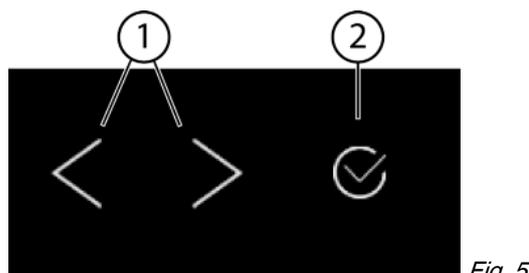
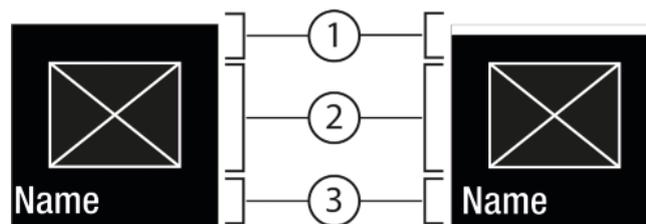
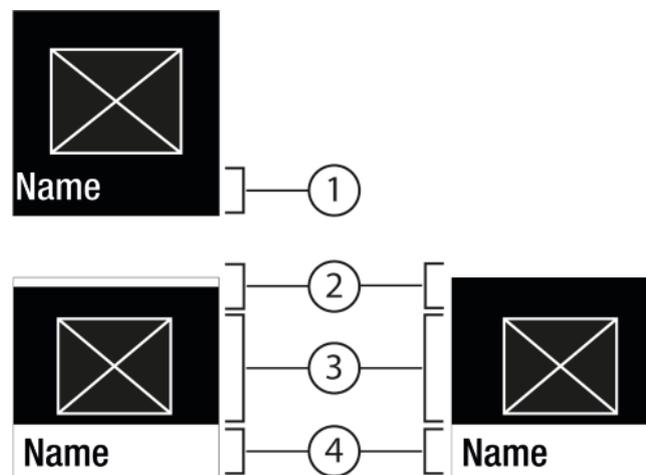

Fig. 5
Fig. 6
Fig. 7
(1) Navigationspfeil links / rechts
(2) Bestätigen
Navigationspfeil links / rechts Fig. 5 (1):
Bestätigen Fig. 5 (2):
- Mit Navigationspfeil links / rechts Fig. 5 (1) navigieren.
- Mit Bestätigen Fig. 5 (2) die Funktion / Einstellung aktivieren Fig. 6 (1) / deaktivieren Fig. 6 (1).
- Mit Navigationspfeil links / rechts *Fig. 5 (1)* navigieren.
- Mit Bestätigen *Fig. 5 (2)* das Untermenü *Fig. 7 (4)* aufrufen.
- Neuen Wert einstellen: Mit Bestätigen *Fig. 5 (2)* einen deaktivierten Wert *Fig. 6 (1)* auswählen.
- Zurück ins Menü: Mit Bestätigen *Fig. 5 (2)* den bereits aktivierten Wert *Fig. 6 (2)* auswählen.
- ▶ Navigationspfeile *Fig. 5 (1)* so oft drücken bis Funktion angezeigt wird.
- ▶ Bestätigen *Fig. 5 (2)* drücken.
- ▶ Navigationspfeile *Fig. 5 (1)* so oft drücken bis die Funktion angezeigt wird.
- ▶ Mit Navigationspfeile *Fig. 5 (1)* Einstellung-Wert wählen.
- ▷ Status: aktiviert *Fig. 6 (1)* erscheint kurz im Untermenü *Fig. 7 (4)*.
- ▶ Navigationspfeile *Fig. 5 (1)* so oft drücken bis Einstellungen  angezeigt wird.
- ▶ Navigationspfeile *Fig. 5 (1)* so oft drücken bis die gewünschte Einstellung angezeigt wird.